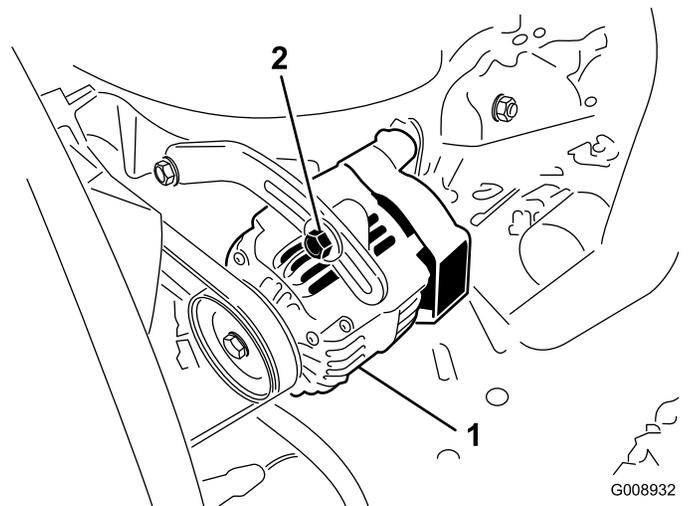

Figure 63
2. Si vous n'obtenez pas une flèche de 10 mm ( $\frac{3}{8}$  po), desserrez les boulons de fixation de l'alternateur (Figure 63).